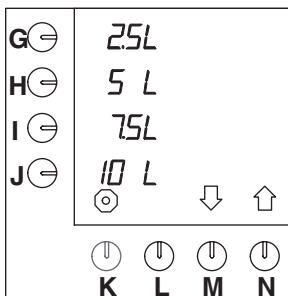

Abb. 33 Serienmäßige Vorwahl der Tasten
Das Gerät ist serienmäßig auf die Einheit L (= Liter) eingestellt. Sie können die Einheit ändern. (Diese Einheit steht serienmäßig im Display bei den Vorwahltasten (Abb.33)).
- Drücken Sie auf die Wahl taste (N.)↑, bis Abb.33 im Display erscheint.